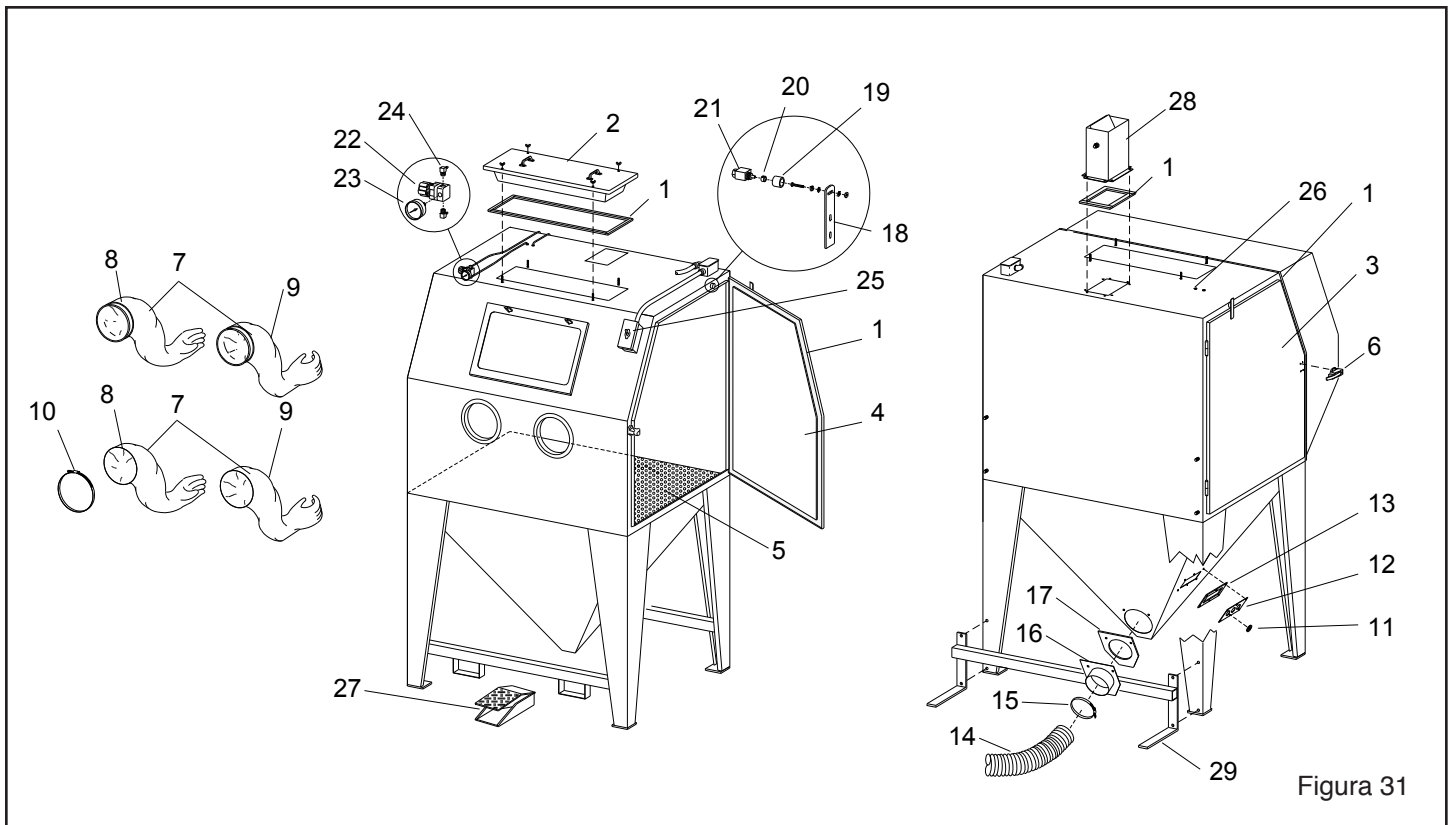

Figura 31
9.2 Repuestos de cabina, Figura 31